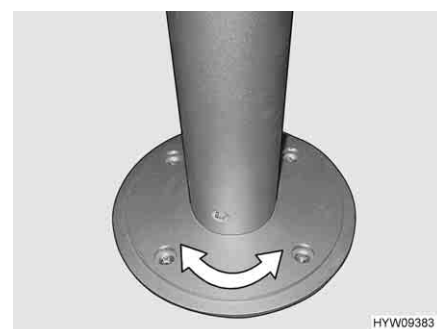

Fig. 124 Piede del tavolo a colonna (girevole)
- Ruotare il piano del tavolo nella posizione desiderata. A tale scopo occorre esercitare abbastanza forza, poiché il piano del tavolo ruota incontrando resistenza di attrito sul piede del tavolo a colonna (Fig. 124).